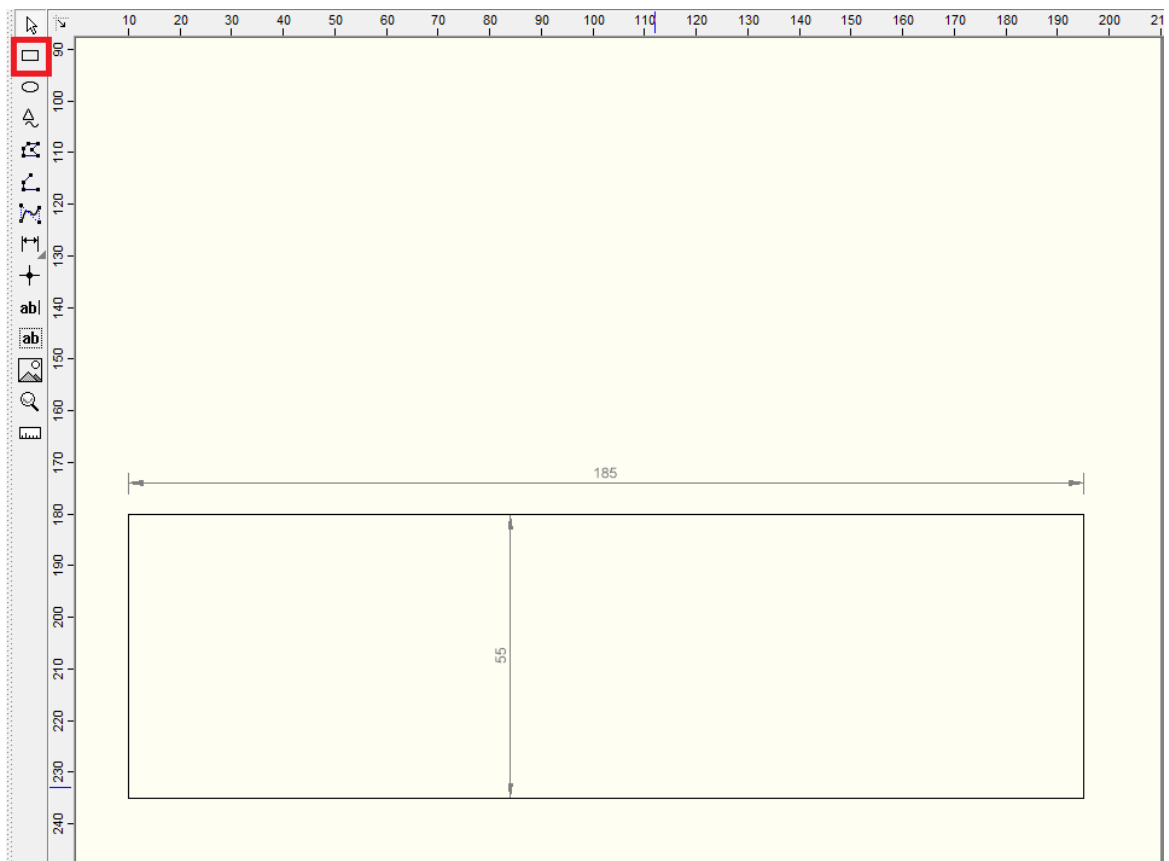

Рис. 2.3: Інструмент “Прямокутник”
(рис. 2.3)
4. Використовуючи вище наведені інструменти задаємо розміри та будуємо праву частину основного напису. (рис. 2.3)